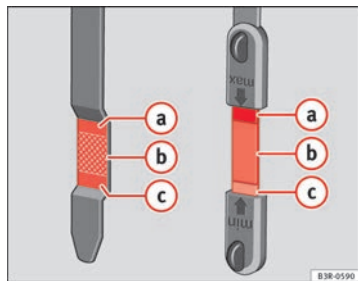

Fig. 179 Settori contrassegnati sull'astina di controllo olio
- In seguito, estrarla di nuovo e controllare il livello dell'olio ⇒ fig. 179. Se necessario, aggiungere olio ⇒ pag. 241.